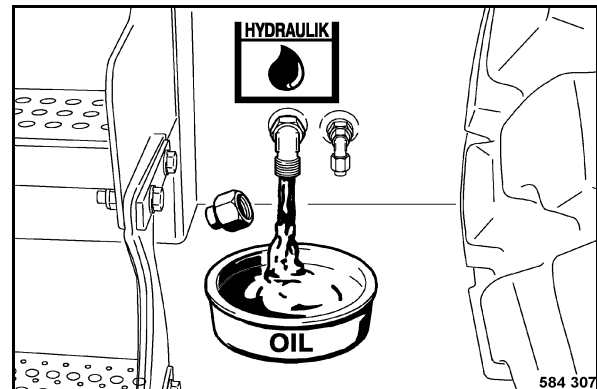

fig. 173
- Dévisser le bouchon de vidange (fig. 173) et laisser écouler l'huile.